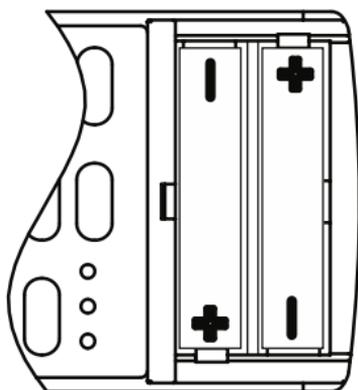

Abb. 2.7
- 3) Nehmen Sie die alten Batterien heraus, und installieren Sie zwei neue AAA Batterien in gekennzeichnetener Polarität (siehe Abb. 2.7). Installieren Sie den Batteriefachdeckel.